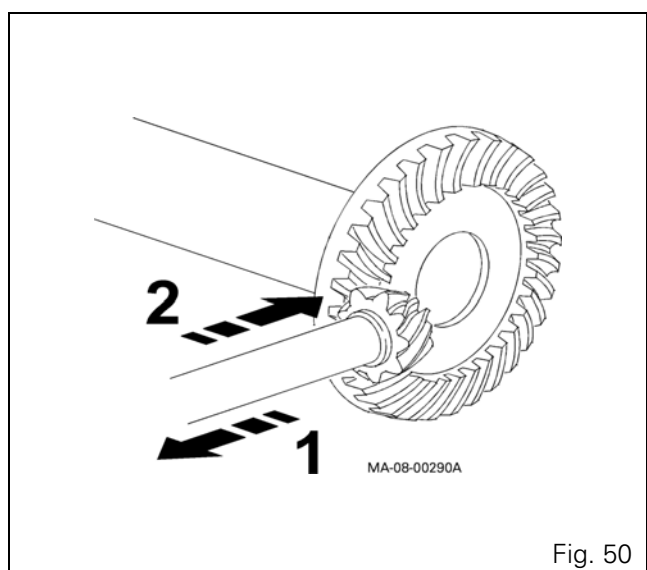

Fig. 50
**54.** Corrective action (Fig. 50):